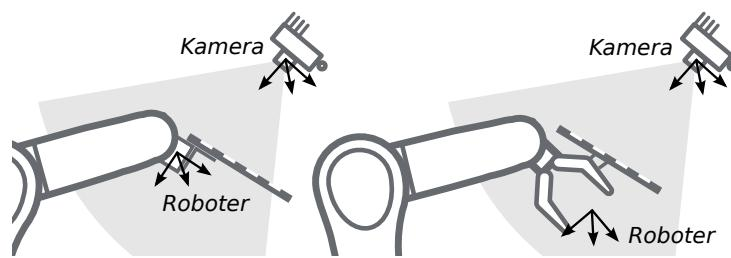

Abb. 6.19: Alternative Montageoptionen für die Befestigung des Kalibriermusters am Roboter
6.18 und Abb. 6.19 angegeben, angebracht werden.
Bemerkung: Für das Modul zur Hand-Auge-Kalibrierung spielt es keine Rolle, wie das Kalibriermuster in Bezug auf das benutzerdefinierte Roboter-Koordinatensystem genau angebracht und positioniert wird. Das bedeutet, dass die relative Positionierung des Kalibermusters zu diesem Koordinatensystem weder bekannt sein muss, noch für die Kalibrierroutine relevant ist (siehe in Abb. 6.19).